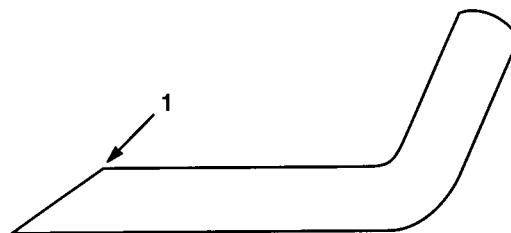

Fig. 14
3. Undersøg alle knivenes skær. Hvis skærene er sløve eller har ujævnheder, skal de slibes. Kun den øverste del af skæret skal slibes og den oprindelige vinkel af knivens skær skal opretholdes for at sikre, at kniven bliver skarp (fig. 14). Kniven vil blive ved at med at være afbalanceret, hvis der fjernes lige meget metal fra begge skær.